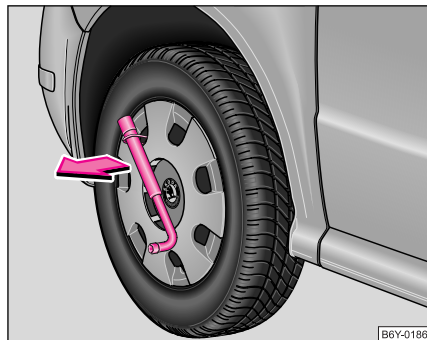

Abb. 153 Radvollblende ausbauen
- Schieben Sie den Radschlüssel durch den Bügel, stützen Sie den Radschlüssel an dem Reifen ab und ziehen Sie die Blende ab ⇒ Seite 218, Abb. 153.